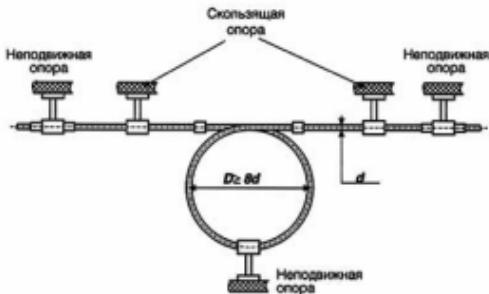

Рис. 3. Петлеобразный метод компенсации
- с помощью петлеобразных (круговых) компенсаторов (рис. 3).